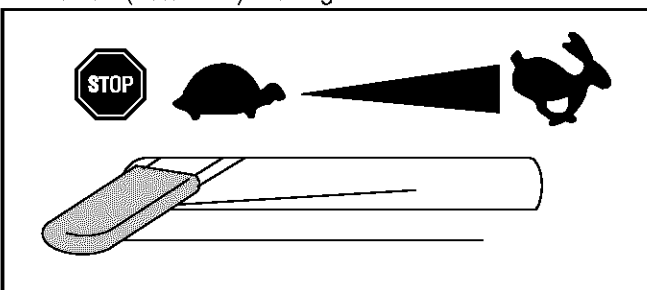

Figura 7
- Mueva la palanca de control del regulador a la posición STOP (detención). Ver Figura 7.